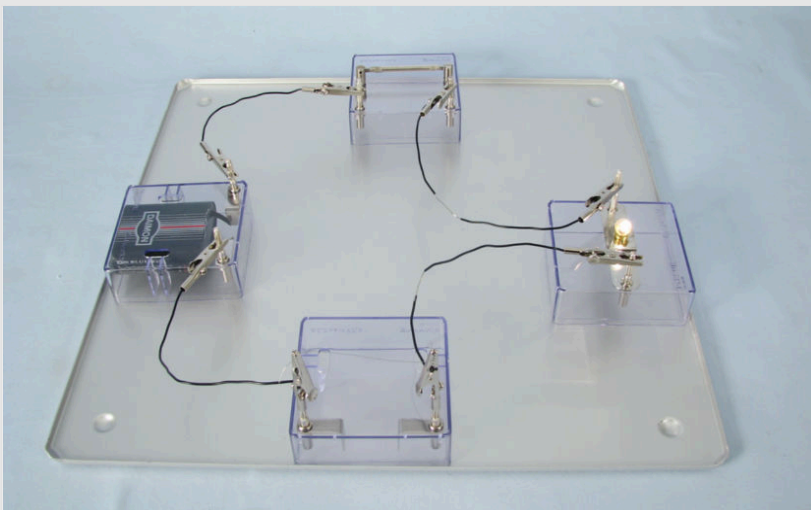

Abbildung 3
- In dem für den Kurzschluss vorbereiteten Stromkreis wird bei geöffnetem Schalter der Konstantdraht zwischen den Kontaktblechen durch ein Stück Eisendraht ersetzt, wie in Abb. 3 zu sehen.